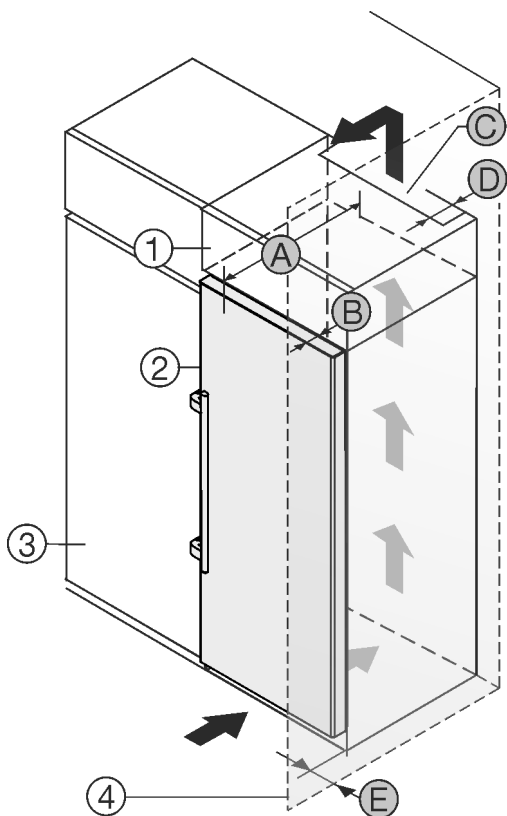

Fig. 2
- (1) Nastavná skříňka*
- (2) Přístroj*
- (3) Kuchyňská skříň*
- (4) Stěna*
- (A) Hloubka přístroje*
- (B) Hloubka dveřík*
- (C) Ventilační průřez*
- (D) Vzdálenost zadní strany přístroje*
- (E) Vzdálenost k zadní straně přístroje*
Můžete přístroj nainstalovat přímo vedle kuchyňské skříňky Fig. 2 (3).*
Na zadní straně nastavné skříňky musí být větrací šachta hluboká Fig. 2 (D) přes celou šířku nastavné skříňky.*
Pod stropem místnosti musí být dodržen ventilační průřez Fig. 2 (C).*
Když přístroj instalujete závěsy vedle stěny Fig. 2 (4), musí být vzdálenost mezi přístrojem a stěnou minimálně 57 mm. To odpovídá přesahu madla při otevřených dveřích.*
Aby bylo možné dveřka plně otevřít, musí přístroj přesahovat o hloubku dveřík Fig. 2 (B) vůči přední linii kuchyňské skříňky. V závislosti na hloubce kuchyňských skříňek Fig. 2 (3) a použití vymezovačů odstupu od stěny může přístroj vyčnívat dále.*